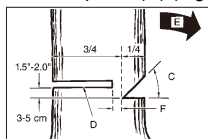

Fig. 11B
**AVERTISMENT:** Nu mergeți niciodată prin fața unui copac tăiat „în pană”. Efectuați tăietura finală (D) din partea opusă a trunchiului și la 1,5-2,0 toli (3-5 cm) deasupra muchiei penei (C) (Fig. 11B).